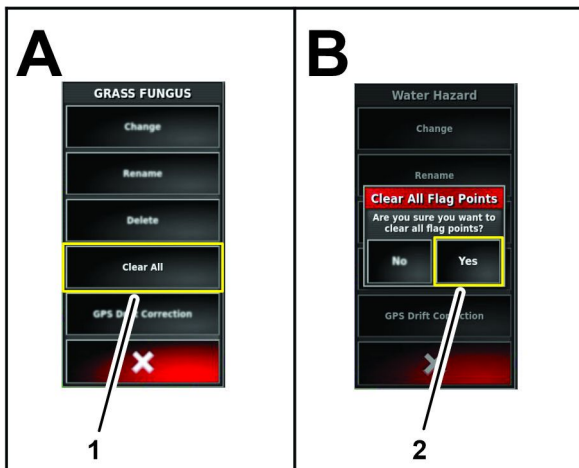

Bild 86
1. Tippen Sie im Menü Markierungspunkt bearbeiten auf das Symbol ALLE LÖSCHEN (Bild 86).
2. Tippen Sie im Dialogfenster Alle Markierungspunkte löschen auf das JA-Symbol (Bild 86).